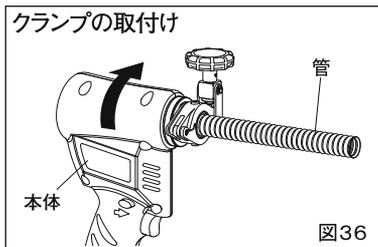

図36
(2) ツバ出し作業 (図36,38)
① 管をセットしたクランプに本体を取付けます。クランプのインロー部を本体の取付位置に合わせてセットし本体を図36の矢印の方向に「カチッ」とはめ込んでください。ノッチで固定されます。
② 前進後退切り替えボタンを前進側へ押してからスイッチ引金を引くとツバ出し加工が始まります。